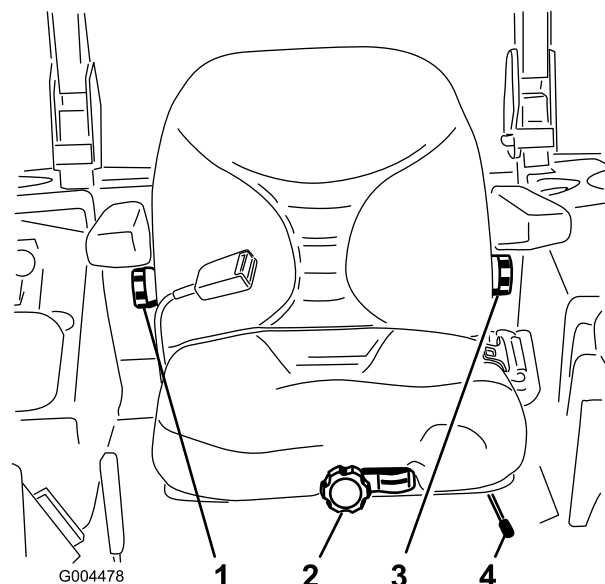

Figure 54
1. Poussez le levier de réglage sur le côté pour débloquer et régler le siège (Figure 54).
Sans vous asseoir sur le siège, tournez le bouton avant dans un sens ou dans l'autre pour obtenir la position la plus confortable (Figure 54).
Pour ce faire, tournez le bouton situé sous l'accoudoir droit dans un sens ou dans l'autre pour obtenir la position la plus confortable (Figure 54).
Pour le régler, tournez le bouton situé sous l'accoudoir gauche dans un sens ou dans l'autre pour obtenir la position la plus confortable (Figure 54).